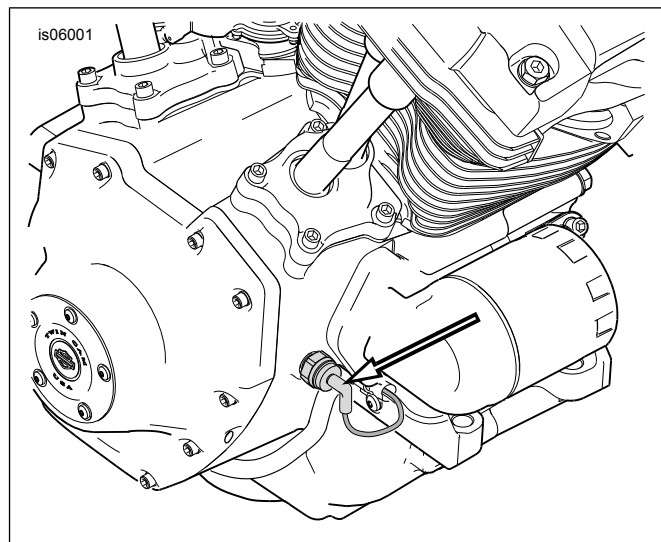

Figura 1. Posizione del pressostato dell'olio (tipico)
1. Vedere Figura 1. Rimuovere il connettore dal pressostato dell'olio. Rimuovere ed eliminare l'interruttore. Rimuovere il vecchio prodotto frenafiletta dall'apertura filettata.